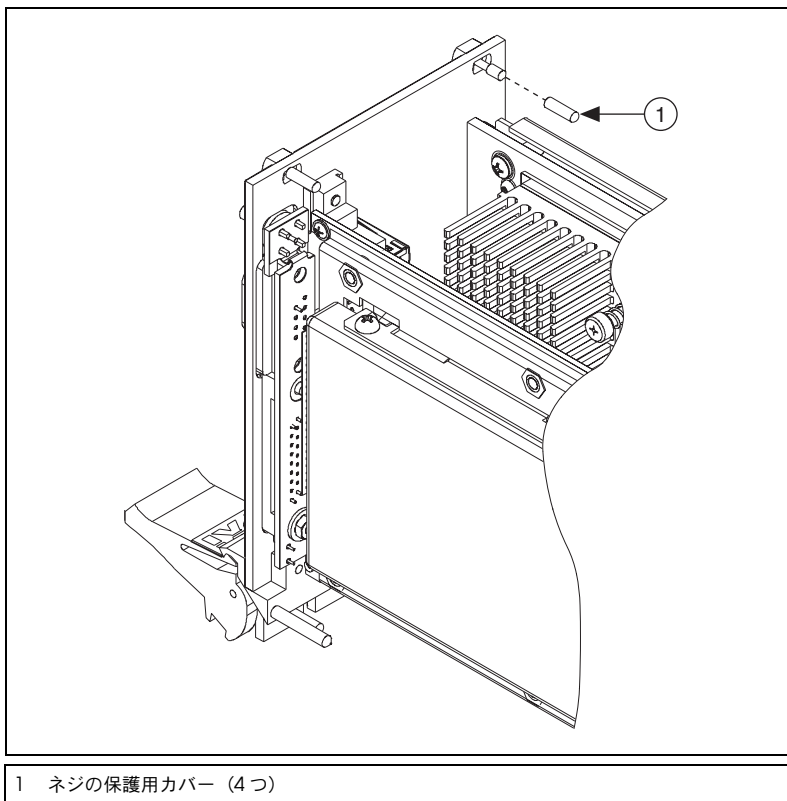

図 2-1 ネジの保護用カバーを外す
4. 図 2-1 に示すように 4 本のブラケット固定ネジから保護用プラスチックカバーを外します。